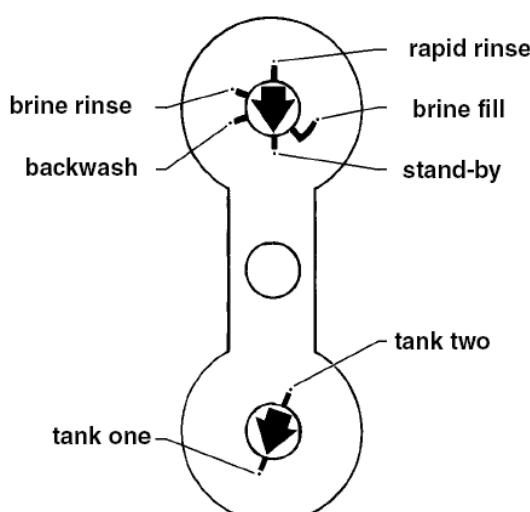

Figura 3: indicatori de pozitie ai vanei de control
- Figura 3 arata vana in pozitia SERVICE cu un rezervor ce alimenteaza cu apa prelucrata si rezervorul 2 in standby.